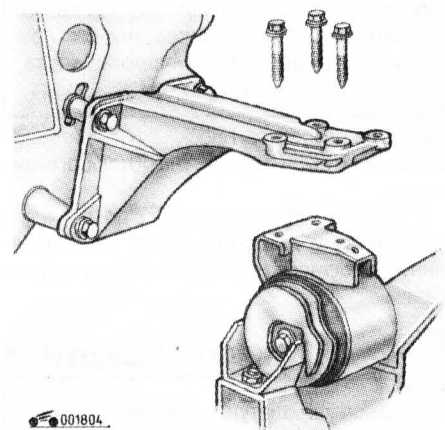

Рис. 4.34. Элементы правой задней опоры и кронштейна крепления двигателя
36. Выверните три болта крепления правой задней опоры (рис. 4.34).